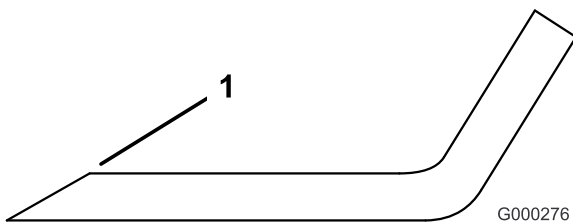

図 86
3. すべてのブレードの刃先を点検し、刃先が丸くなっていたり打ち傷がある場合には研磨する **図 86**。
注 研磨は刃先の上面だけに行い、刃の元々の角度を変えないように十分注意する **図 86**。ブレードの左右を均等に削れば、バランスを狂わすことなく研磨を行うことができる。